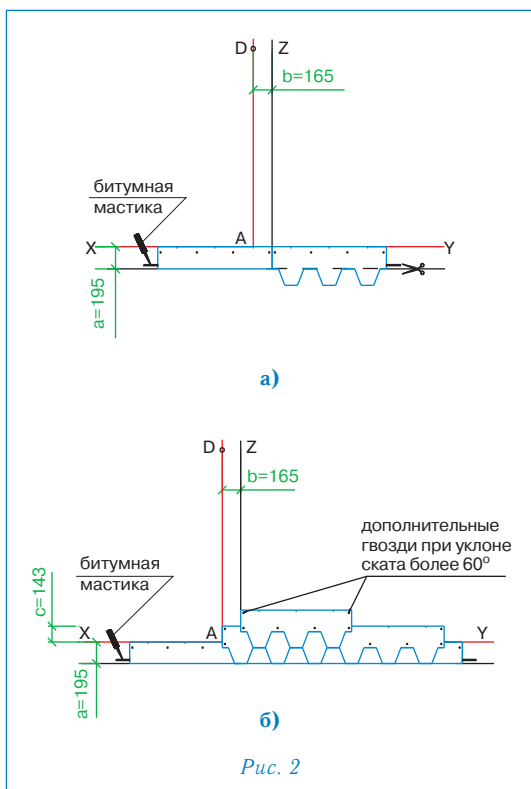

Рис. 2
Укладка материала (рис. 2)
- Начальный ряд формируется из листов черепицы МОЗАИКА с обрезанными лепестками. Полученные таким образом полосы шириной 19,5 см укладываются по линии карниза в обе стороны от линии Z (рис. 2а) и фиксируются по нижнему краю битумной мастикой, а по верхней кромке 4 гвоздями (ось гвоздей на 5 см ниже верхнего края полосы);
- далее первый ряд черепицы укладывается от линии AD (рис. 2б);
- второй ряд укладывается от линии Z (со смещением 16,5 см от AD) (рис. 2б);
Каждый лист гибкой черепицы МОЗАИКА крепится 4 гвоздями таким образом, чтобы гвоздь прошивал и верхний край низлежащего листа черепицы (рис. 2б).